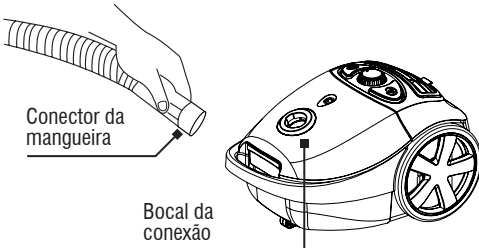

Fig. 2 – Conectando a extensão na lança
- Encaixe o conector da mangueira no bocal da conexão conforme mostra a Fig. 2;